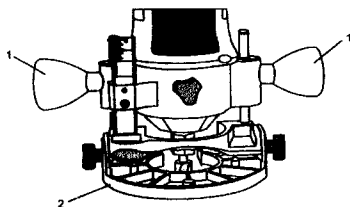

Fig. 16
1. Afloje ambas perillas de ajuste de la altura (1) desenroscándolas en sentido contra las agujas del reloj (ver la fig. 16).
2. Deslice la base de fresado (2) hacia arriba o hacia abajo hasta alcanzar la profundidad de corte deseada.